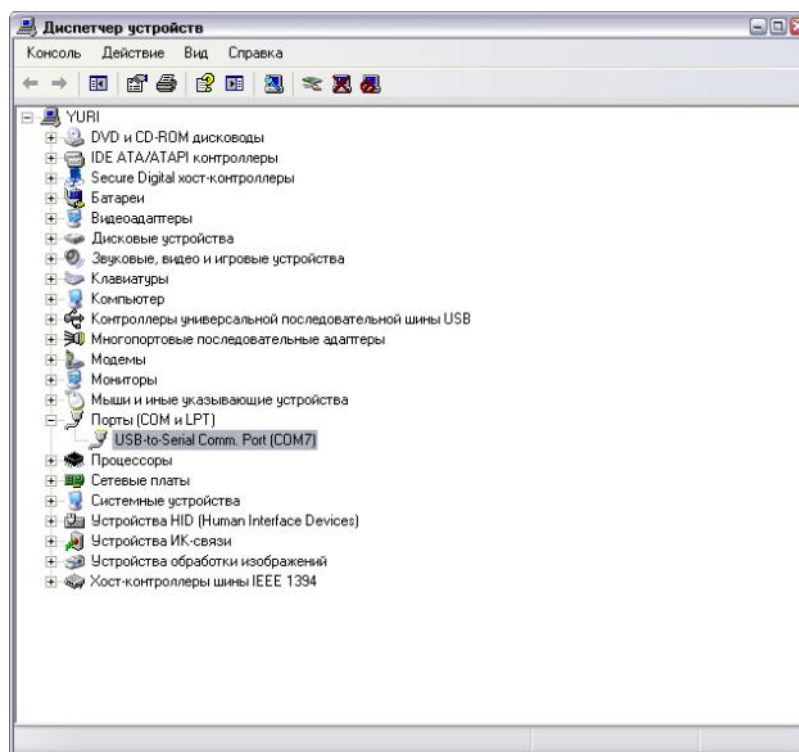

Рисунок 2 – Определение номера COM-порта с помощью «Диспетчера устройств» Microsoft Windows
- 3.4 С помощью стандартного «Диспетчера устройств» Microsoft Windows⁴ в разделе «Порты (COM и LPT)» (рис. 2) узнайте номер COM-порта посредством которого предполагается конфигурирование привода. Если номер порта не лежит в диапазоне от 1 до 10 – выполните соответствующую коррекцию параметров порта⁵.